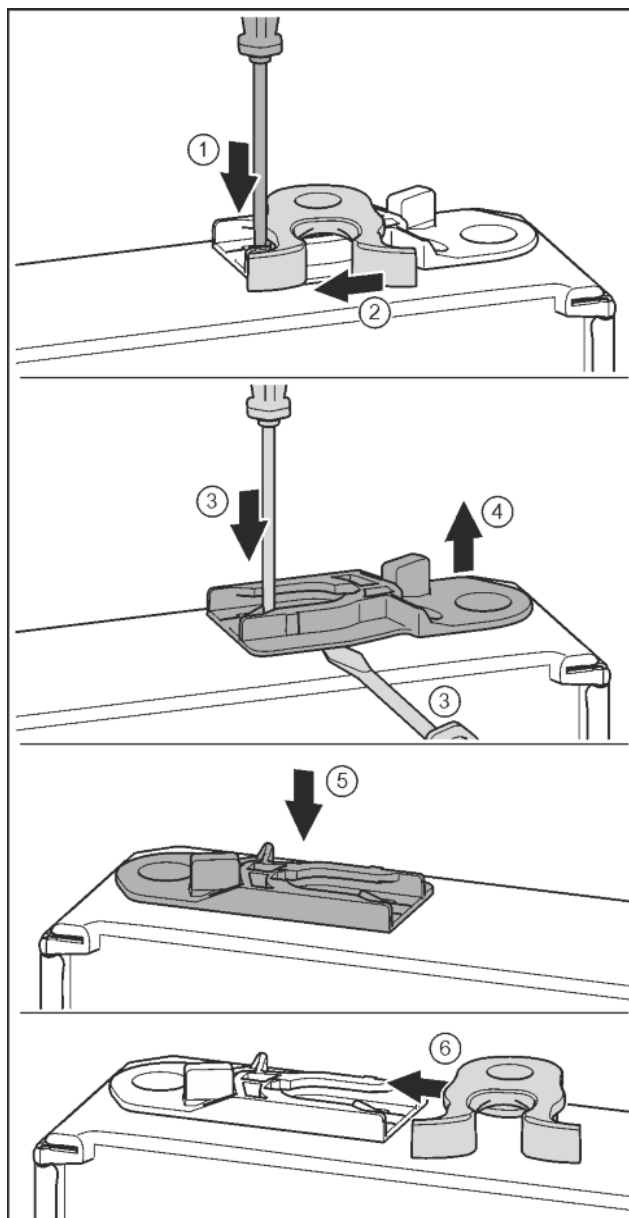

Fig. 20
- Nakładkę wcisnąć w dół przy pomocy śrubokręta. Fig. 20 (1)
- Hak zamykający wyjąć z prowadnicy. Fig. 20 (2)
- Wyjąć tuleję prowadzącą: Nakładkę wcisnąć przy pomocy śrubokręta i jednocześnie przesunąć śrubokrętem po tuleję prowadzącą. Fig. 20 (3, 4)
- Tuleję prowadzącą, objętą zakresem dostawy wsunąć po drugiej stronie obudowy. Fig. 20 (5)
- Hak zamykający wsunąć do prowadnicy. Fig. 20 (6)